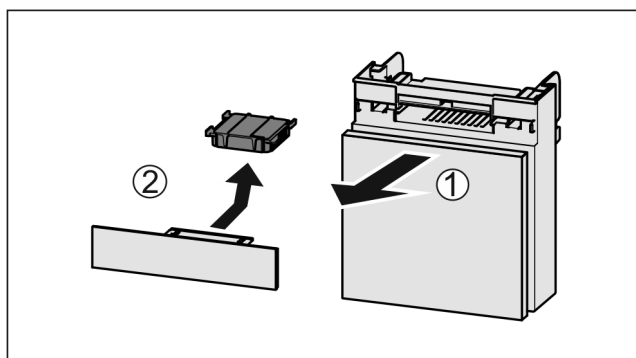

Fig. 186
- ▶ Vedä lokero etukautta pois Fig. 186 (1).
- ▶ Poista aktiivihiihisuodatin Fig. 186 (2).